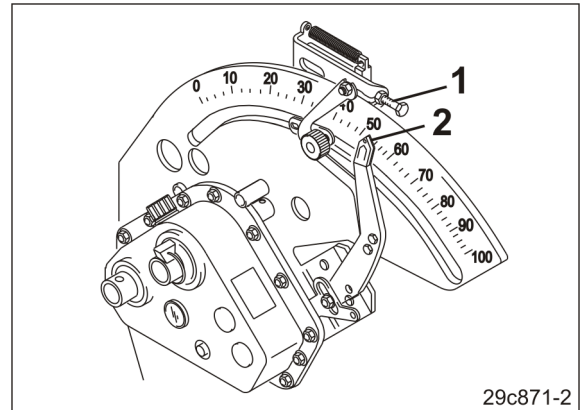

Fig. 162
3. Mit der Einstellschraube (Fig. 162/1) den Zeiger (Fig. 162/2) des Getriebehebels auf die gewünschte Getriebestellung für die erhöhte Aussaatmenge einstellen.
Einstellschraube (Fig. 162/1) herausdrehen:
Einstellschraube (Fig. 162/1) hineindrehen: